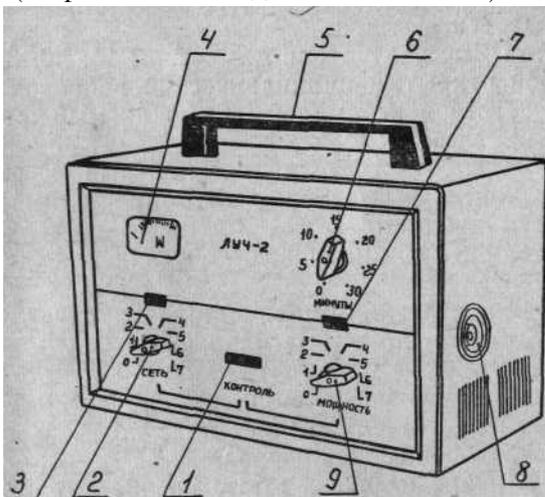

Рис. 1. Общий вид аппарата ЛУЧ-2:
- а) ручка переключателя (В3) СЕТЬ рис. 1, поз. 2;
- б) ручка переключателя (В5) МОЩНОСТЬ рис. 1, поз. 9;
- в) ручка процедурных часов МИНУТЫ рис. 1, поз. 6;
- г) тумблер (В4) КОНТРОЛЬ рис. 1, поз. 1;
- д) измерительный прибор (ИП) (рис. 1, поз. 4);
- е) лампа сигнальная (Л2) рис. 1, поз. 3, сигнализирующая о включении аппарата в сеть;
- ж) лампа сигнальная (Л1) рис. 1, поз. 7, сигнализирующая о подаче высокого напряжения на магнетронный генератор.
4.2.5. На кожухе закреплены ручка для переноски аппарата (рис. 1, поз. 5) и приборная розетка высокочастотного разъема (рис. 1, поз. 8) для присоединения высокочастотного кабеля.
7. 3. Подсоединить один конец провода защитного заземления к клемме заземления аппарата (на задней стенке), а другой, конец с помощью струбцины — к контуру заземления. Подсоединить высокочастотный кабель к розетке на боковой стенке аппарата (рис. 1, поз. 8). При соединении высокочастотного кабеля не допускать вращения кабеля относительно разъема.
7. 5. Тумблер "КОНТРОЛЬ" (рис. 1, поз. 1), переключить в положение СЕТЬ. Поворотом ручки переключателя СЕТЬ (рис. 1, поз. 2) по часовой стрелке включить сетевое напряжение,
при этом должна загореться сигнальная лампа (рис. 1, поз. 3). Ручку переключателя СЕТЬ поворачивать (следя за прибором ИП) до тех пор, пока стрелка прибора ИП (рис. 1, поз. 4) не установится в пределах красного сектора.
7. 6. Ручку процедурных часов (рис. 1, поз. 6) повернуть по часовой стрелке до упора, затем поворотом ее назад установить в положение 3 минуты. Выждав 1 — 1,5 минуты (время, необходимое для разогрева катода магнетрона), перевести ручку переключателя МОЩНОСТЬ (рис. 1, поз. 8) в положение 1, включив тем самым в схему магнетронного генератора высокое напряжение на магнетрон. При этом должна загореться сигнальная лампа (рис. 1, поз. 7). Стрелка измерительного прибора (ИП) должна отклониться от нулевого положения.
7. 8. По истечении 3 минут, установленных ручкой МИНУТЫ, включается звуковая сигнализация — звенит зуммер (ЗМ), извещающий об окончании процедуры, выключается автоматически высокое напряжение и гаснет лампочка Л1 (рис. 1, поз. 7).